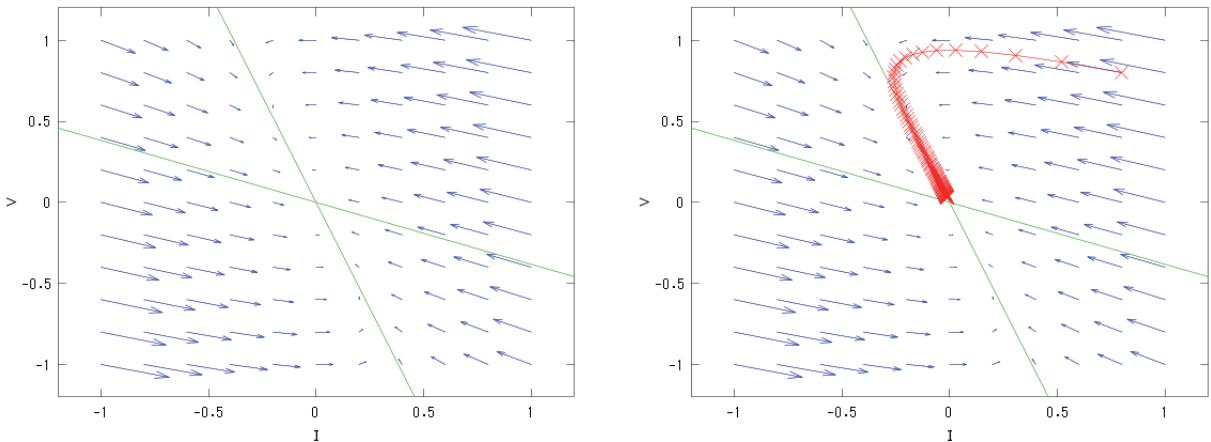

図 3.4: 固有ベクトルとベクトル場
となる。先ほどの図に固有空間(各固有ベクトルの方向の直線)を描くと図 3.4 のようになる。
3. 固有ベクトルも書き込む(図 3.4)。